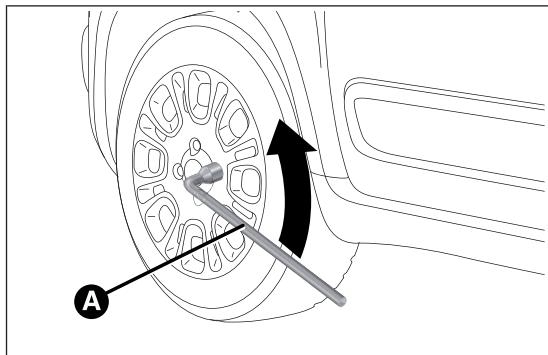

fig. 103
- prendere la chiave A fig. 103 ed allentare di circa un giro i bulloni di fissaggio.
- prendere la chiave A fig. 103 ed avvitare a fondo i bulloni di fissaggio;